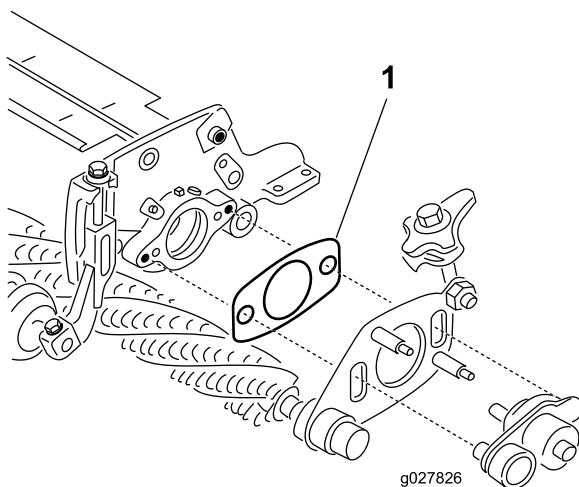

Figura 34
7. Asegúrese de que el suplemento (Figura 34) situado entre la placa de pivote del lado de la transmisión y la chapa lateral de la unidad de corte no está aprisionado por el buje pivotante. El suplemento debe moverse libremente.